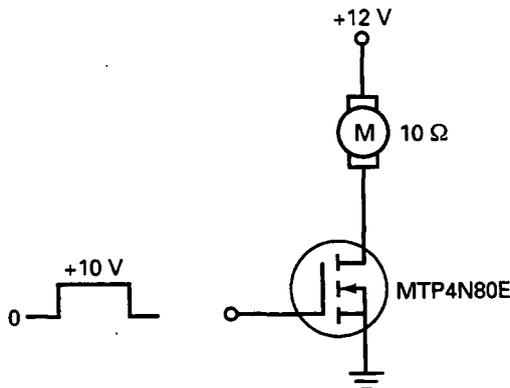

Figura 14-29
- 14-17. ¿Cuál es la corriente a través del arrollamiento del motor de la Figura 14-29 cuando la tensión de puerta es baja? ¿Y cuando es alta?
- 14-18. El arrollamiento del motor de la Figura 14-29 se reemplaza por otro con una resistencia de 6Ω . ¿Cuál es la corriente a través del arrollamiento cuando la tensión de puerta es alta?